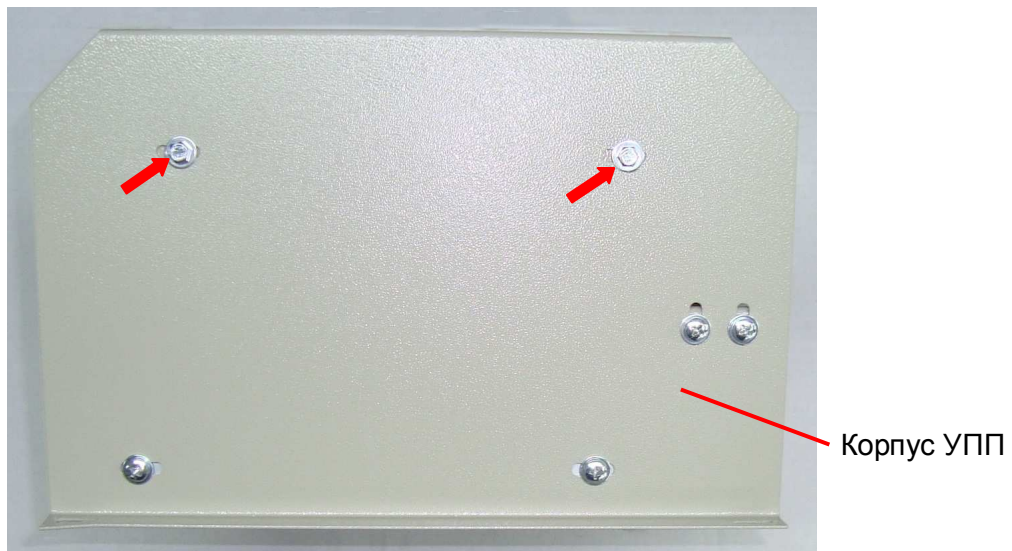

Рис. 6.6
6.4.5. Выкрутить четыре болта крепления модуля управления (рис. 6.6, красные стрелки) с обеих сторон корпуса и положить их в тару.